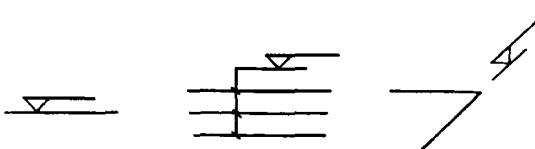
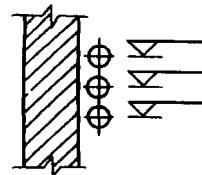

图 1-3 平面图和系统图的标注方法
图 1-4 剖面图中管道标高注法
(3) 标高种类。室内管道应注相对标高;室外管道宜注绝对标高,无资料时可注相对标高,但应与总图专业一致。
(4) 标注方法。平面图、系统图按图 1-3 所示的方式标注,剖面图按图 1-4 所示的方式标注。